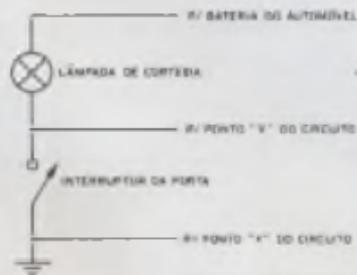

Figura 5
- a interligação do circuito elétrico do automóvel, figura 5, é feita utilizando fio flexível de mesmo calibre que o já existente na fiação da viatura - NÃO INVERTER A POLARIDADE ENTRE OS PONTOS X E Y: